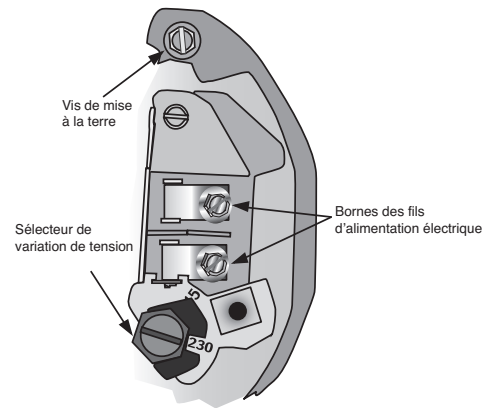

FIGURE 8 – TENSION RÉGLÉE À 230 V. SÉLECTEUR ROTATIF
- ◆ Reportez-vous à la figure 8 pour consulter la configuration du câblage.
- ◆ Raccordez les conducteurs sous tension aux bornes L1 et L2. Si vous devez remplacer le moteur, vérifiez le schéma de câblage sur la plaque signalétique du moteur. Pour les moteurs triphasés ou ceux dont le schéma de câblage ne correspond pas à la figure 8, consultez le schéma sur le moteur.